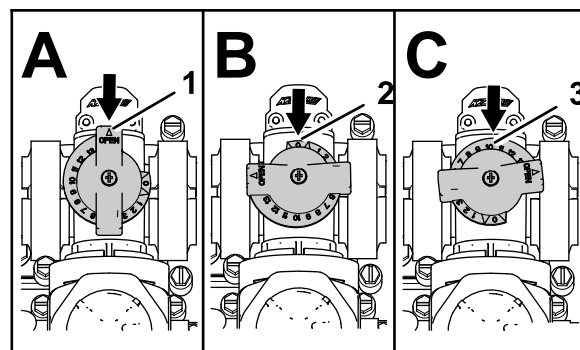

Figura 86
- La **Figura 86, B**, muestra la válvula de desvío de agitación en la posición de Cerrado (0).
- La válvula de desvío de agitación se encuentra en una posición Intermedia (relativa al manómetro del sistema de fumigación) como se muestra en la **Figura 86, C**.